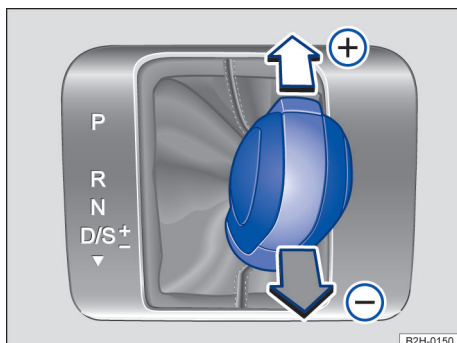

Fig. 103 Palanca selectora en la posición Tiptronic (vehículos con volante a la izquierda). Vehículos con volante a la derecha son espejados.
2. Mover la palanca selectora hacia adelante (+) o hacia atrás (-) para aumentar o disminuir la marcha → fig. 103.